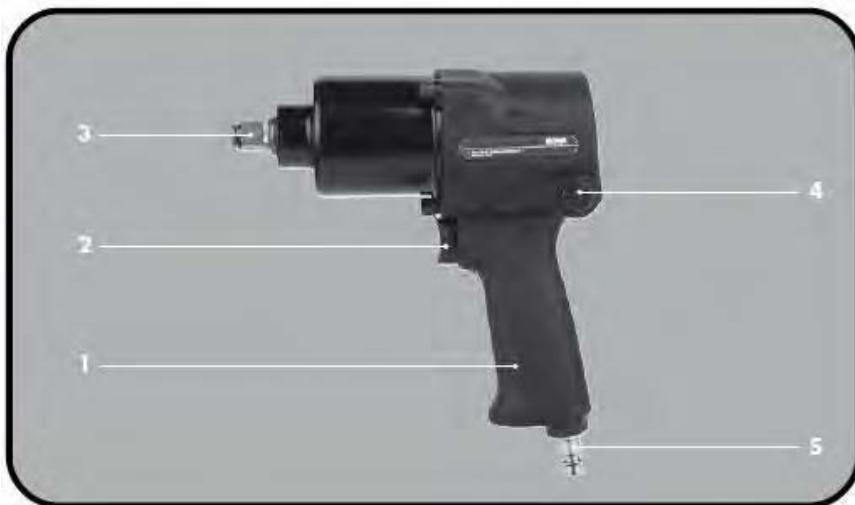

Рис. 2: Обзор аппарата
Выберите необходимую сменную торцевую головку и установите её на присоединительный квадрат (см. рис. 2, поз. 3). Убедитесь в том, что оснастка прочно закреплена на присоединительном квадрате.
- ✓ Для закручивания болтов нажмите до отказа на комбинированный переключатель (см. рис. 2, № 4), расположенныйный на задней стороне аппарата справа. Указатель F. Аппарат переключается с левого (против часовой стрелки) вращения на правое.
- ✓ Для откручивания болтов нажмите до упора комбинированный переключатель (см. рис. 2, № 4) расположенный на задней стороне аппарата слева. Указатель R. Аппарат переключается с правого (по часовой
Установка крутящего момента также производится посредством комбинированного переключателя на корпусе (см. рис. 2, № 4). Для этого измените положение комбинированного переключателя на левое вращение и установите его в необходимую позицию:
Условием для безупречной работы, а также длительного срока службы данного пневматического ударного гайковерта является использование правильно подготовленного воздуха. Для подготовки воздуха используйте фильтр воздушный с регулятором давления и маслораспылителем ECO AU-02-14 (не входит в комплект поставки), который очищает воздух от механических загрязнений и воды, а также добавляет масляный туман, для смазки пневмоинструмента. Если же Вы не используете ECO AU-02-14, то аппарат необходимо смазывать вручную. Для этого перед каждым запуском добавляйте 3 – 5 капель специального масла для пневмоинструмента во впускной воздушный штуцер (см. рис. 2, № 5). При этом нажмите спусковой рычаг. После простоя аппарата сроком более 5 дней добавьте 5 – 10 капель специального масла для пневмоинструмента во впускной воздушный штуцер, прежде чем запустить аппарат.